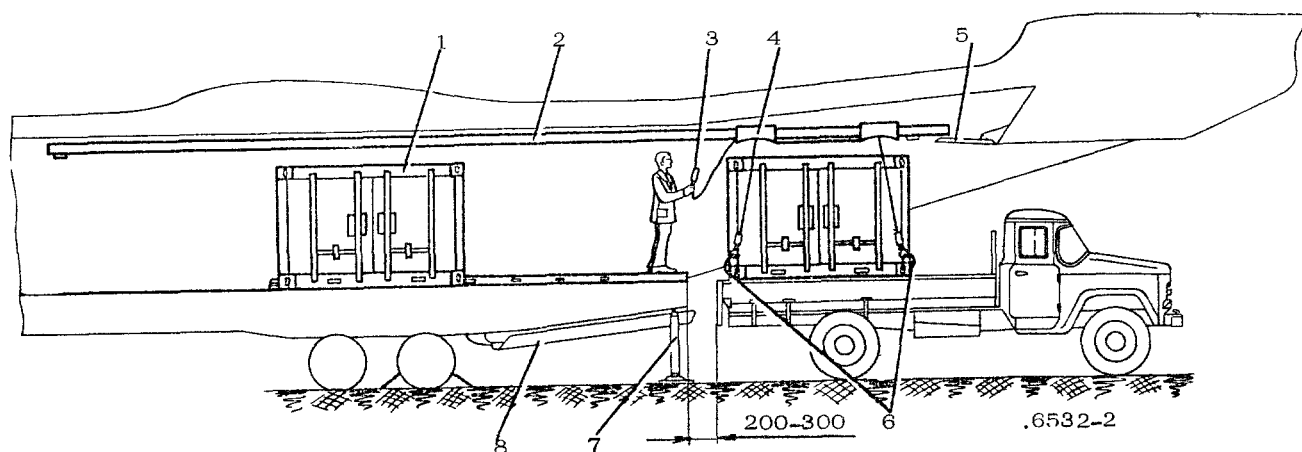

РИС. 4. СХЕМА ПОГРУЗКИ КОНТЕЙНЕРОВ В САМОЛЕТ:
- установите БИУ (рис. 4) в проеме грузового люка (крайнее заднее положение);
- закрепите стропы 6 (рис. 4) за такелажные узлы груза. При погрузке контейнера УАК-2,5 стропы закрепите за нижние угловые фитинги;
- установите транспортное средство у порога грузовой кабины самолета на расстояние 200...300 мм от порога (см. рис. 4), транспортное средство должно иметь высоту рабочей поверхности грузовой платформы над уровнем земли не более 1450 мм и максимальную ширину 2500 мм (тележка, автомобиль типа ГАЗ-51, ГАЗ-53, ЗИЛ-130);